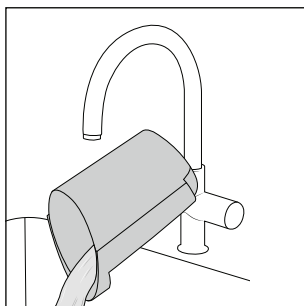

Fig. 22
- ◆ Deite fora a água suja e os resíduos (ver fig. 22).